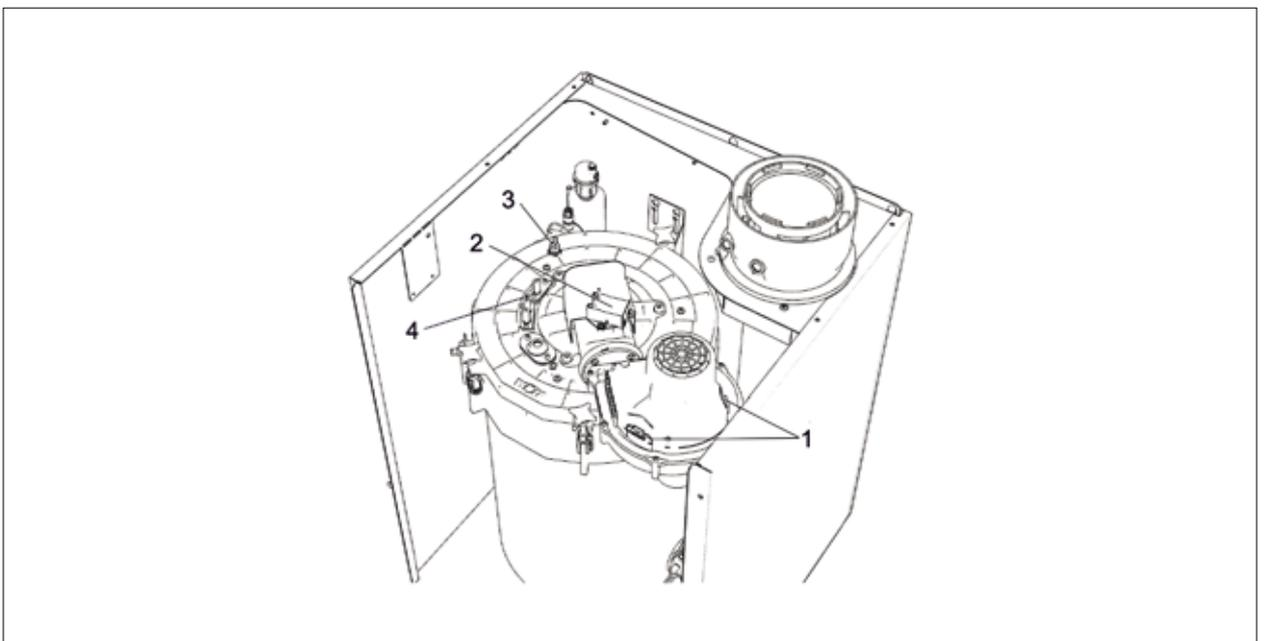

Fig. 5.5 Soltar el cable de conexión del quemador
- ▶ Conectar el conector del electrodo de encendido y de ionización, STB y ventilador, véase Fig. 5.5.